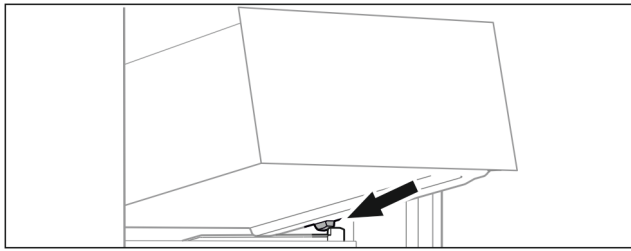

Fig. 98
- ▶ Placer le tiroir, en l'inclinant, derrière les butées sur la nervure de récipient. (voir Fig. 98)